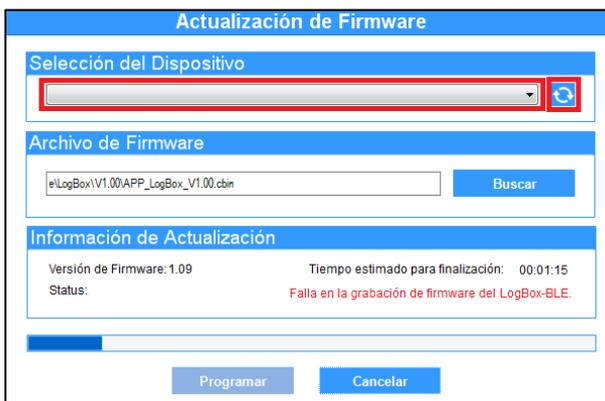

Fig. 56 – Falla en la grabación de firmware
d. Si se cerró el **NXperience** y/o si no se puede más localizar el dispositivo en la pantalla de actualización, como muestra la **Fig. 56**, se debe cerrar el **NXperience**, apagar el **LogBox-BLE** y reconectar el dispositivo a la interfaz USB para una nueva tentativa.